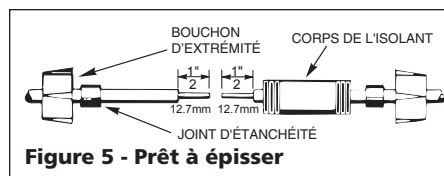

Figure 5 - Prêt à épisser
4. Dévisser les capuchons en plastique des isolants. Mettre un capuchon et un manchon de joint d'étanchéité néoprène sur chaque fil à épisser (voir Figure 5).
5. Faire glisser le corps de l'isolant sur l'extrémité de l'un des fils (Figure 5).